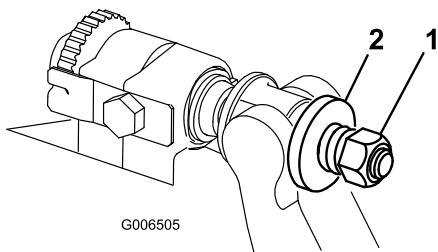

図 40
5. スプリングがつぶれるまでテンションナットを締め、そこから半回転戻す 図 40。